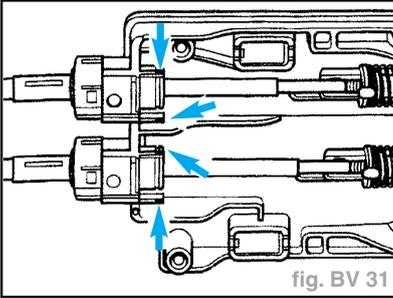

fig. BV 31
- Retirer les deux câbles du carter de boîte de vitesses, presser les languettes à cet effet (flèches) (fig. BV 31).
- Extraire les deux câbles du boîtier de commande de vitesses, comprimer à cet effet les languettes (flèches) (fig. BV 31).